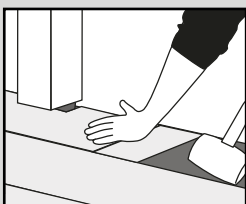

Fig. 6
7. Bajo los marcos de las puertas: Si no se puede levantar el tablón/azulejo, adapte un bloque de golpeo (use un recorte del mismo material) y un mazo para golpear cuidadosamente el tablón/azulejo hasta dejar el piso plano completamente (Fig. 6).